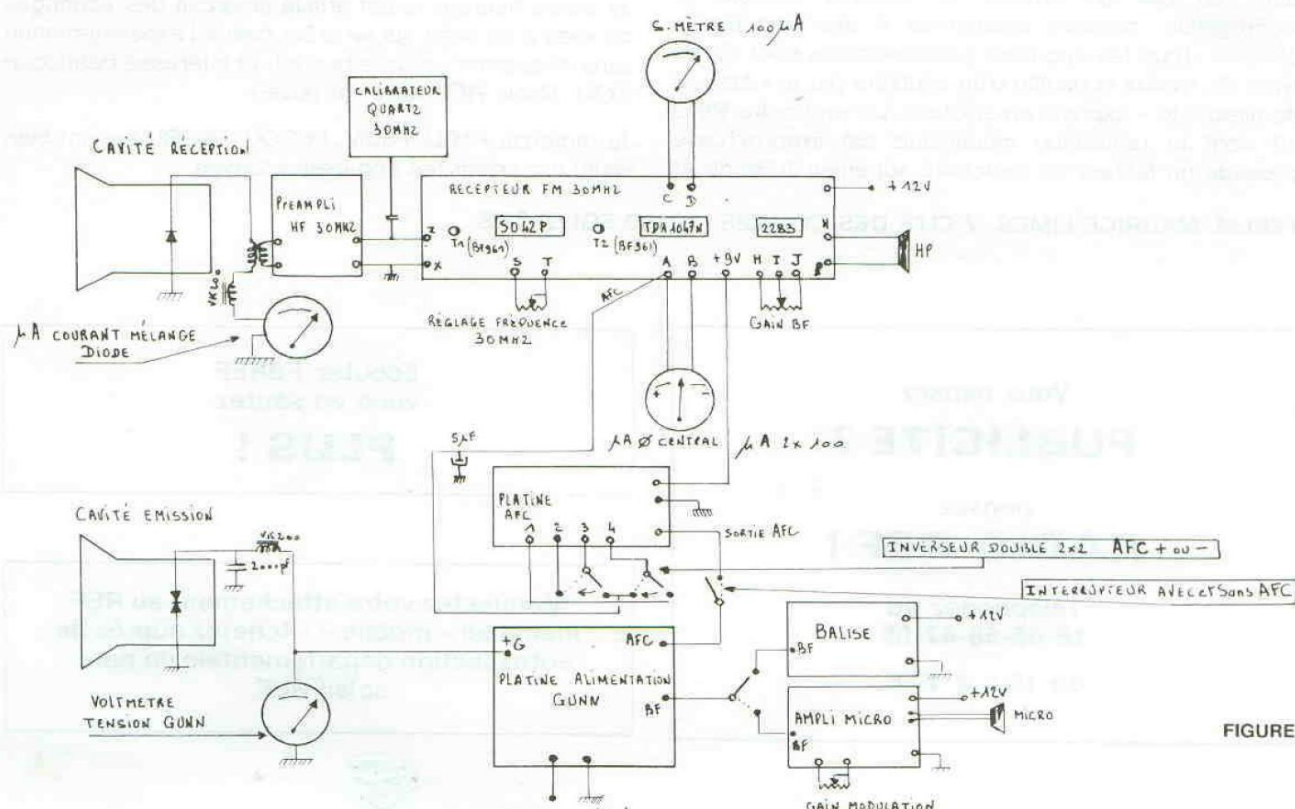

FIGURE 1
1. DESCRIPTION GENERALE (figure 1)
c) Avec AFC la modulation est écrasée et téléphonique, mais reste acceptable, la mise en fonction de l'AFC engendre un léger souffle, phénomène d'asservissement de la diode Gunn par une tension variable pulsée, dont la constante de temps est améliorée par une capacité de 5 μ F Fig. 1. Sortie A du récepteur. En l'absence de cette capacité la modulation est hachée.